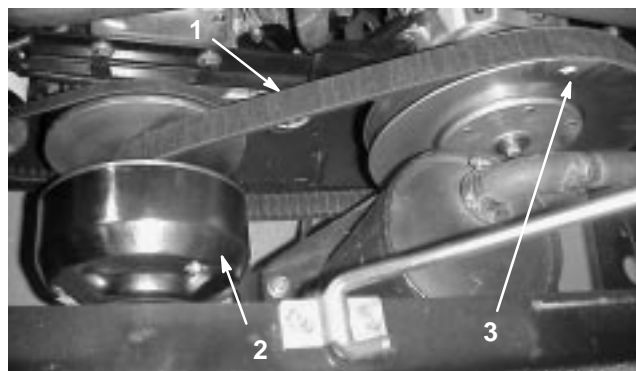

Figure 37
3. Faites tourner la courroie (Fig. 37) et vérifiez qu'elle n'est pas excessivement usée ou endommagée. Remplacez-la au besoin.
1. Faites tourner la courroie et faites-la passer sur l'embrayage secondaire (Fig. 37).
2. Déposez la courroie de l'embrayage primaire (Fig. 37).